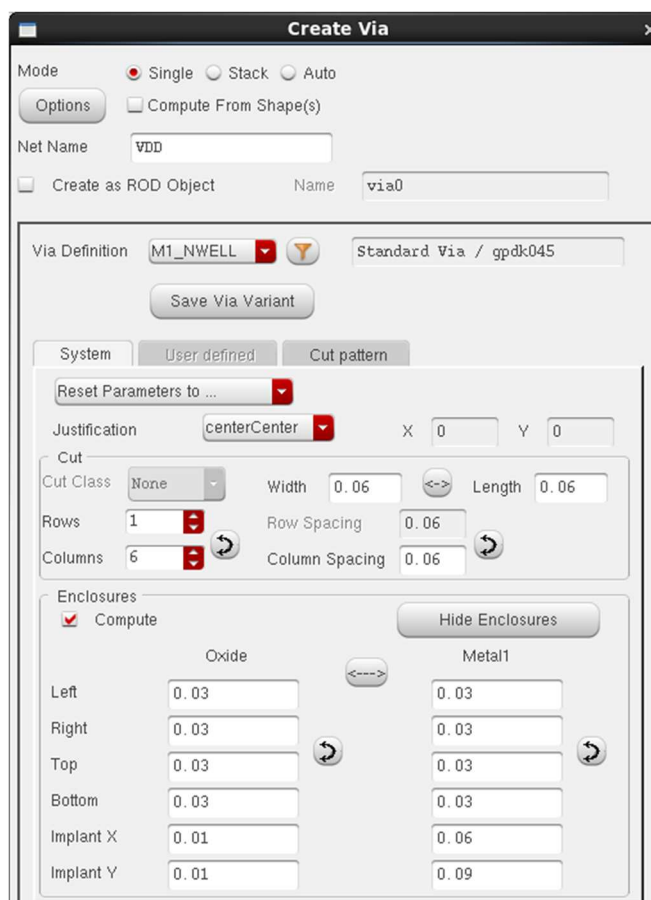

Рисунок 30 – Настройка линейки контактных площадок (шины питания)
5. Следующим этапом создаются контактные площадки для подключения питания к ячейке. Они должны быть в форме линейки длиной равной ширине стандартной ячейки. Для этого нажмите на кнопку  в панели инструментов. В появившемся диалоге задайте необходимые параметры контактной площадки, в поле Net Name запишите название необходимого контакта (рисунок 30.). А в разделе Via Definition выберите M1_NWELL для VDD, а для VCC выберите M1_PSUB.